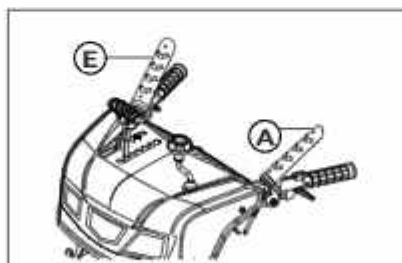

Рис. 26
1. Нажмите и удерживайте рычаг управления шнеком (рис. 26, поз. А).
2. Нажмите и удерживайте рычаг управления шнеком (рис. 26, поз. Е).